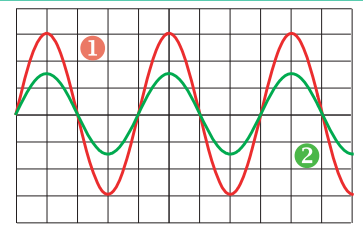
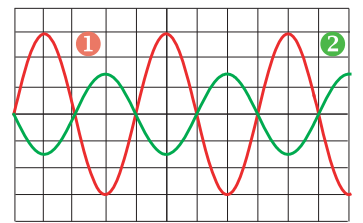

Fig.4a : Tensions  $u_1$  et  $u_2$  en concordance de phase
Fig.4b : Tensions  $u_1$  et  $u_2$  en opposition de phase
♦ Les chronogrammes (1) et (2) de chacune des figures (4a) et (4b) représentent deux tensions  $u_1$  et  $u_2$  synchrones (de même période et simultanées) et de phases initiales  $\varphi_1$  et  $\varphi_2$ . Dans le premier cas (Fig.4a),  $u_1$  et  $u_2$  sont dites en phase ou en concordance de phase tandis que dans le deuxième cas (Fig.4b),  $u_1$  et  $u_2$  sont dites en opposition de phase.